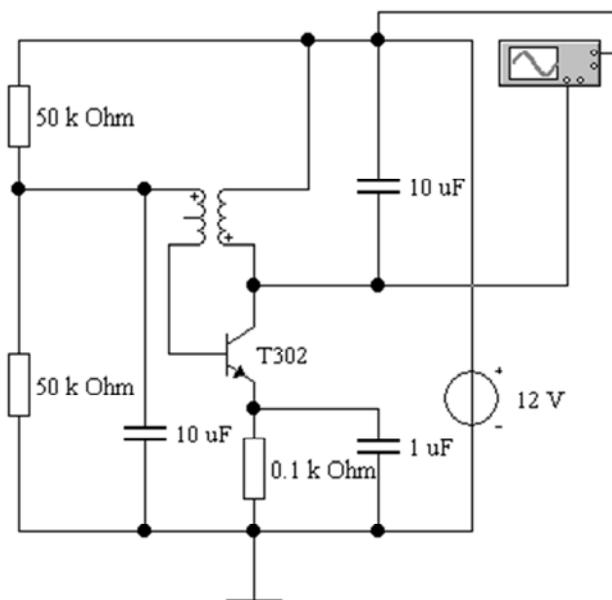
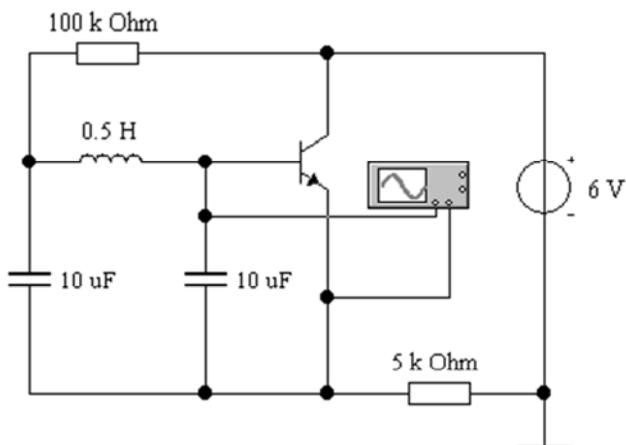

Рис. 9.16. LC-генератор с индуктивной связью на транзисторе (файл **gen_tran.ewb**)
Рис. 9.17. Генератор Колпитца (файл **gen_kol.ewb**)
14. Исследовать генераторы гармонических колебаний. В схемах *LC*-генератора с индуктивной связью (файл **gen_tran.ewb**, рис. 9.16) и генератора Колпитца (файл **gen_kol.ewb**, рис. 9.17) найти времязадающие элементы. Варьируя их параметры, отследить по осциллограмме изменение частоты колебаний.